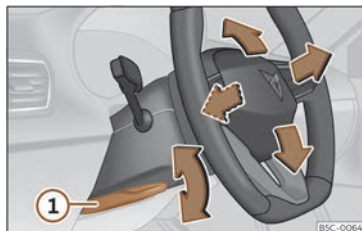

Fig. 91 Levier sur la partie inférieure latérale de la colonne de direction.
- Tirez le levier >>> **fig. 91 ①** vers le bas, déplacez le volant jusqu'à la position souhaitée et relevez le levier en position de verrouillage.
- Après avoir réglé la colonne de direction, poussez fermement le levier >>> **fig. 91 ①** vers le haut pour que le volant ne change pas de position accidentellement en cours de route.